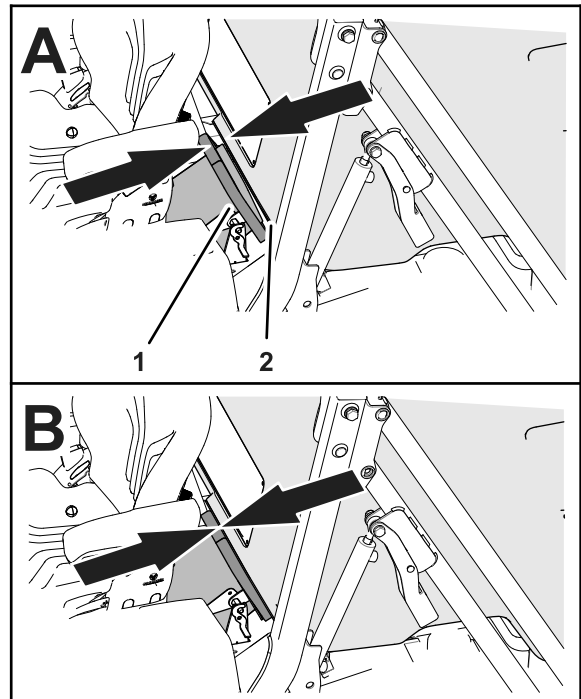

Figure 109
3. Poussez la trémie en avant ou en arrière jusqu'à ce qu'elle soit en face du joint de la goulotte (Figure 109).